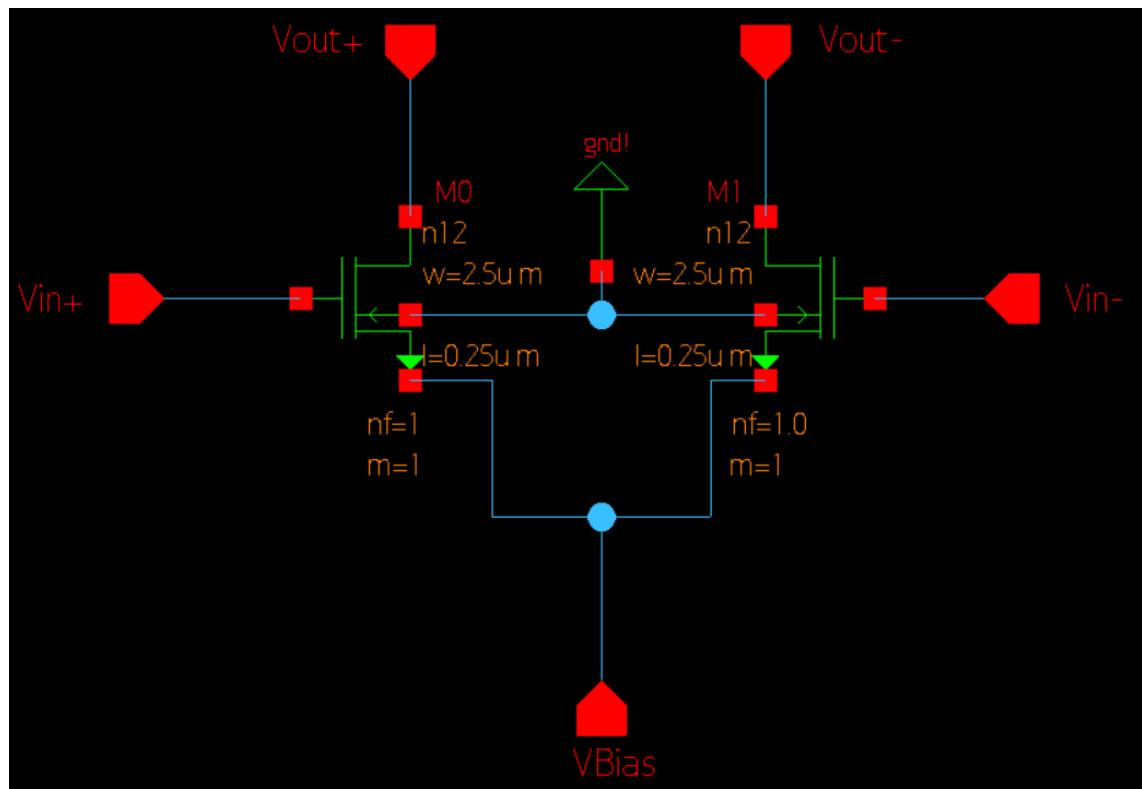
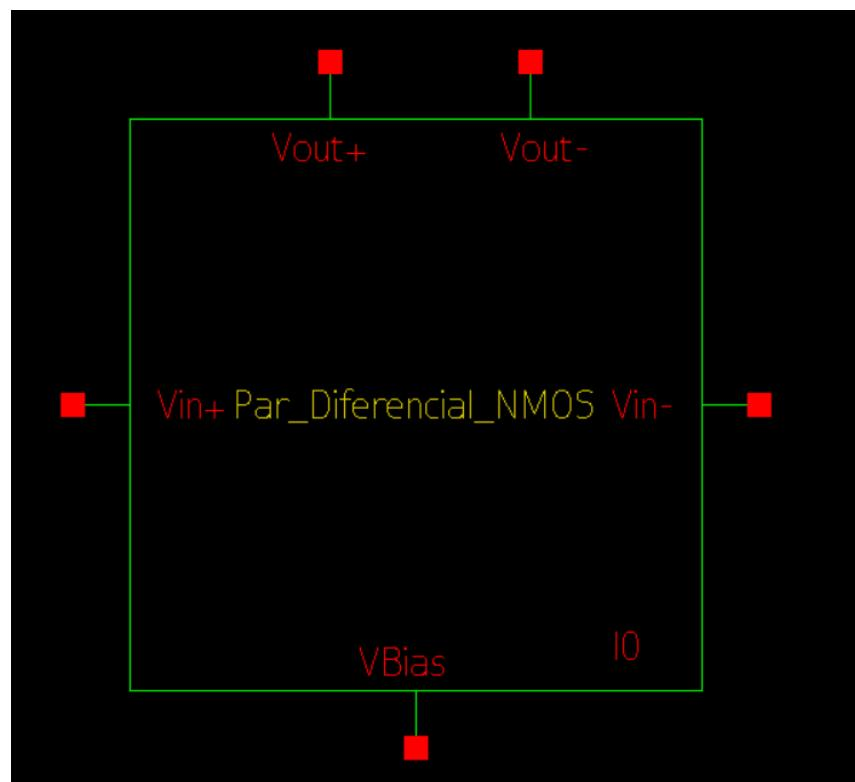

Fig. 7 – Esquemático para o Par Diferencial NMOS
Fig. 8 – Símbolo para o Par Diferencial NMOS
- a) É pedido então para criar um esquemático e símbolo para o par diferencial NMOS. A Fig. 7 mostra o esquemático, enquanto a Fig. 8 mostra o símbolo construído.